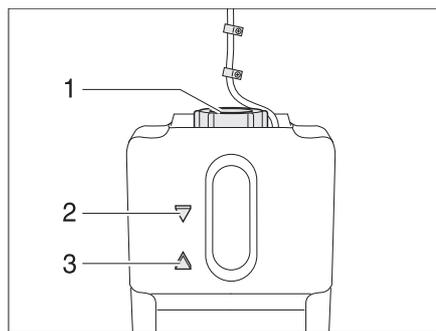

Fig. 152 Vase d'expansion pour le chauffage à eau chaude
- Contrôler si le liquide se trouve entre les marques "MIN" (Fig. 152,3) et "MAX" (Fig. 152,2) sur le vase d'expansion (Fig. 152).
- Ouvrir le bouchon du vase d'expansion (Fig. 152,1).